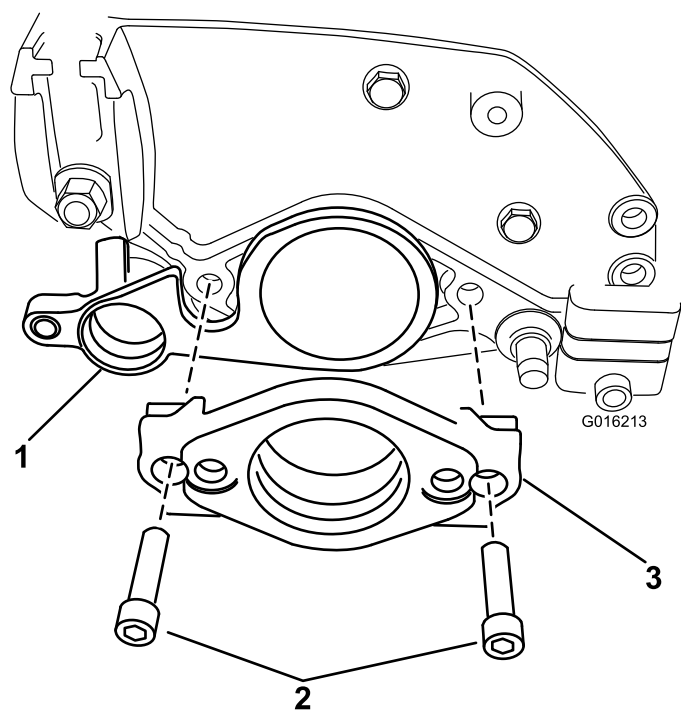

図 7
17. グルーマシャフトの反対側端部を左側サイドプレートのベアリングサポートに挿入する 図 7。
18. サイドプレートにモータ用マウントを挿入する。モータ用マウントとサイドプレートをカッティングユニットの左側に固定する先ほど取り外したソケットヘッドボルト2本とナットを使用する 図 7。